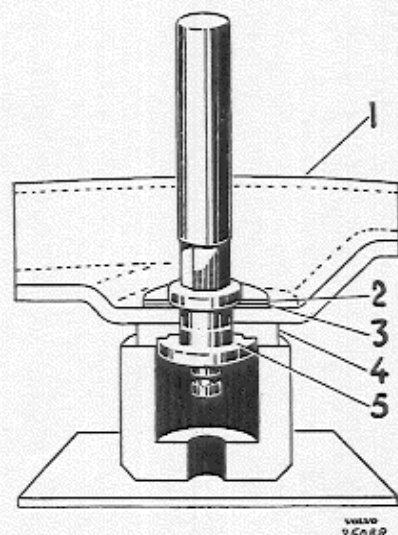

Abb. 25. Bolzen für Einstellnocken ausbauen.
Der Bolzen (5 Abb. 25) für den Einstellnocken (4) ist im Bremsbackenhalter befestigt und kann durch Herausdrücken und Einpressen eines neuen Bolzens mit Spezial-Preßwerkzeug SVO 2119 ersetzt werden.
1. Bremsträger ausbauen. Haltebuchse für Preßwerkzeug unter eine Presse stellen, wie in Abb. 25 gezeigt, und Bolzen (5) mit Hilfe eines Dornes herausdrücken.